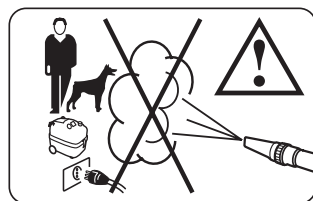

Fig. 3
- L'apparecchio emette vapore ad altissima temperatura, pertanto EVITARE nel modo più assoluto di dirigerne il getto su persone, animali ed apparecchi elettrici (**Fig. 3**). In particolare, proteggere occhi e mani durante l'uso con occhiali e guanti a norme antinfortunistiche.